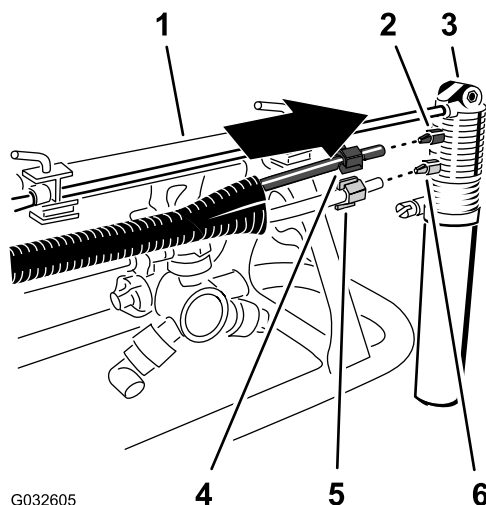

Figura 28
1. Coloque la tuerca de compresión azul sobre los extremos del tubo azul, y coloque la tuerca de compresión blanca sobre el tubo transparente (Figura 28).
2. Alinee el extremo del tubo transparente con tuerca de compresión blanca al acoplamiento blanco de la boquilla del marcador de espuma, y apriete la tuerca de compresión a mano (Figura 28).
3. Alinee el extremo del tubo azul con tuerca de compresión azul con el acoplamiento azul de la boquilla del marcador de espuma, y apriete la tuerca de compresión a mano (Figura 28).